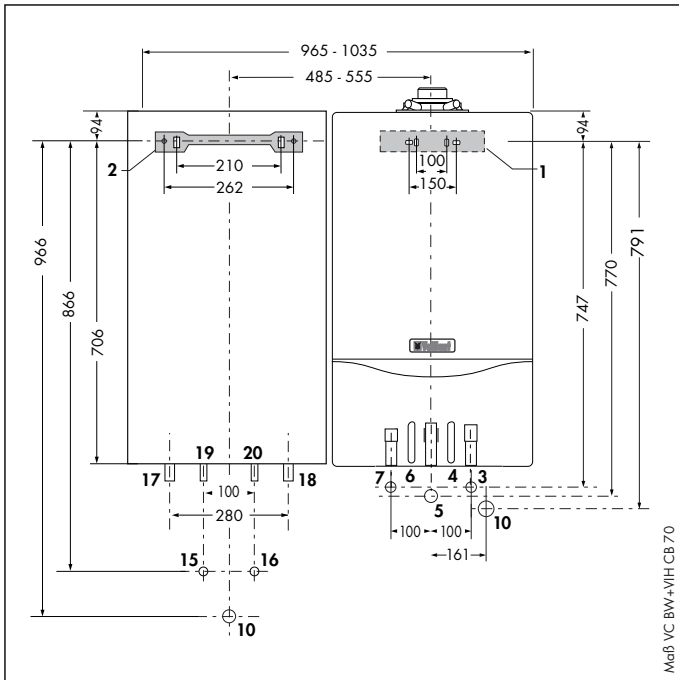

Fig. 4.1 Montage ved siden af kondenserende gaskedler
- Montagehullerne bores svarende til fig. 4.1, 4.2 og 4.3 (underkanten på beholder og gaskedel i samme højde).
#### Forklaring til fig. 4.1, 4.2 og 4.3: